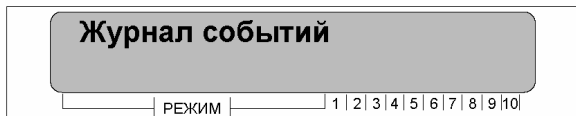

Рисунок 26
- В появившемся меню выберите свойство «Сервис», нажав клавишу «3» (рисунок 26).